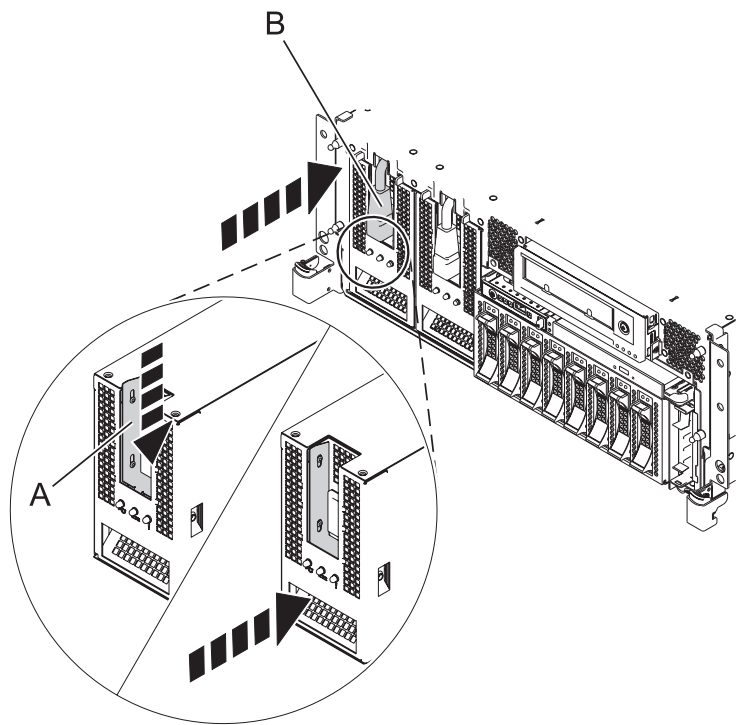

Figure 4. Remplacement d'une alimentation électrique
4. Enfoncez l'alimentation électrique (**A**) jusqu'à ce que le taquet de verrouillage s'emboîte dans son logement comme indiqué à la figure 4, à la page 8.